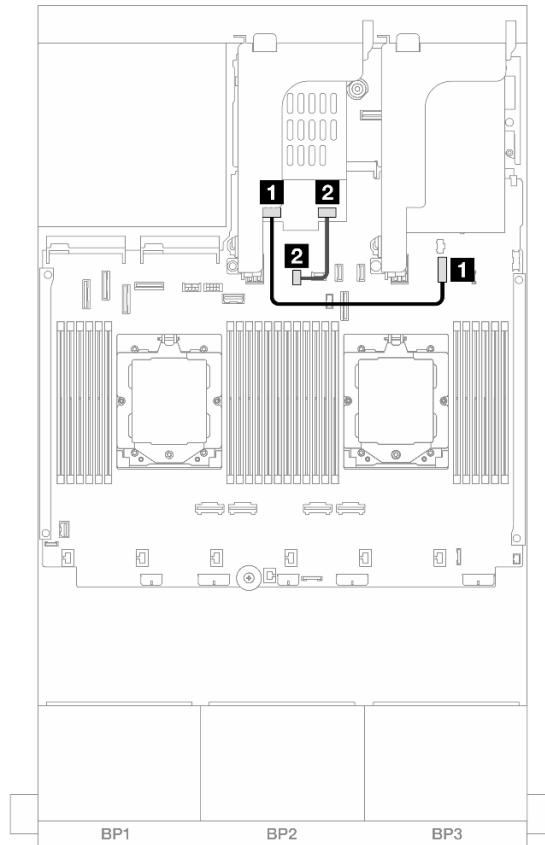

Abbildung 325. NVMe-Kabelführung
- Abbildung 325 „NVMe-Kabelführung“ auf Seite 387